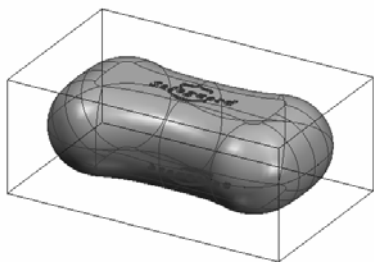

图 3-120 拾取的加工轮廓
1) 完成加工参数设置后,单击“确定”按钮,系统在界面的左下方提示“拾取加工对象”,直接拾取香皂模型的实体表面,单击右键结束拾取,如图 3-120 所示。